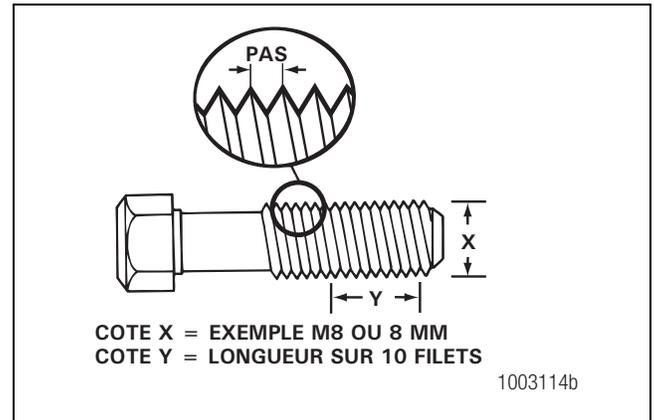

Figure 8.2
1. Mesurer le diamètre du filetage en millimètres (mm), cote X. Figure 8.2.
2. Mesurer la longueur sur 10 filets, sommet-sommet en millimètres (mm), cote Y. Noter la cote Y. Figure 8.2.